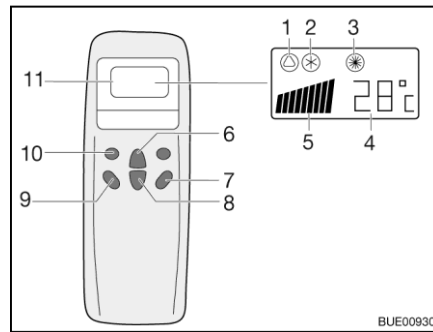
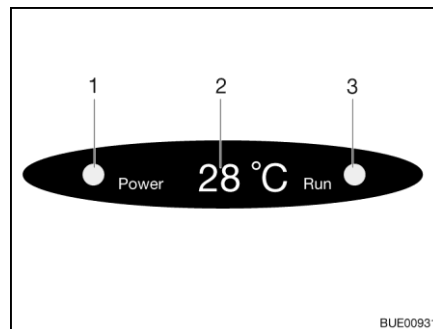

Bild 154 Fernbedienung
Bild 155 Anzeige am Diffusor
- Die Taste "ON/OFF" (Bild 154,7) drücken.
- Die Taste "Mode" (Bild 154,10) so oft drücken, bis die gewünschte Betriebsart (Bild 154,1, 2 oder 3) auf dem Display angezeigt wird. Die entsprechende Kontroll-Leuchte auf der Anzeige am Diffusor (Bild 155,3) leuchtet.
- Mit den Tasten Temperaturerhöhung (Bild 154,6) oder Temperaturverminderung (Bild 154,8) die gewünschte Temperatur einstellen.
- Mit der Taste Lüfterdrehzahl (Bild 154,9) die gewünschte Lüfterstufe wählen.